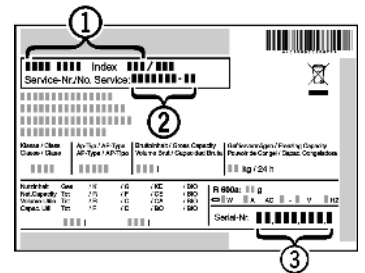

Fig. 41
- ▶ Odczytać z tabliczki znamionowej oznaczenie urządzenia *Fig. 41 (1)*, nr serwisowy *Fig. 41 (2)* oraz numer seryjny *Fig. 41 (3)*. Tabliczka znamionowa znajduje się po lewej stronie wewnątrz urządzenia.